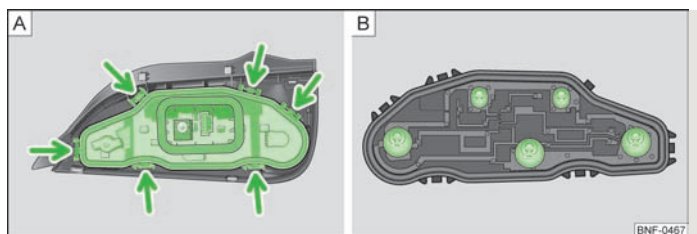

Fig. 125 Feu arrière : Remplacement des ampoules
- Déverrouillez la douille de l'ampoule au niveau des pattes de verrouillage (flèches) » fig. 125 - A et retirez la douille de l'ampoule du bloc optique arrière.
- Poussez l'ampoule défectueuse dans la douille, faites la tourner **en sens anti-horaire** et faites-la sortir » fig. 125 - B.